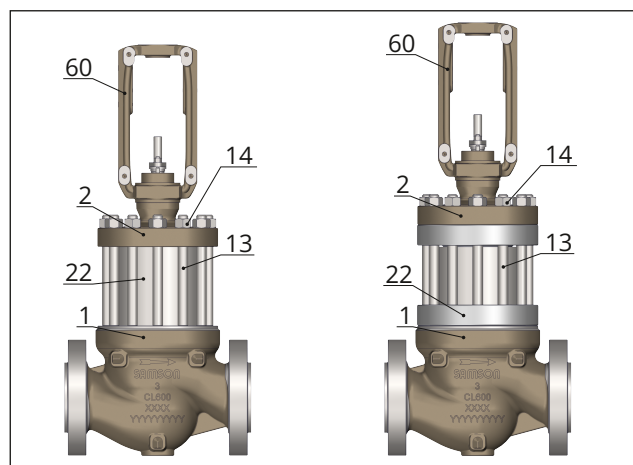
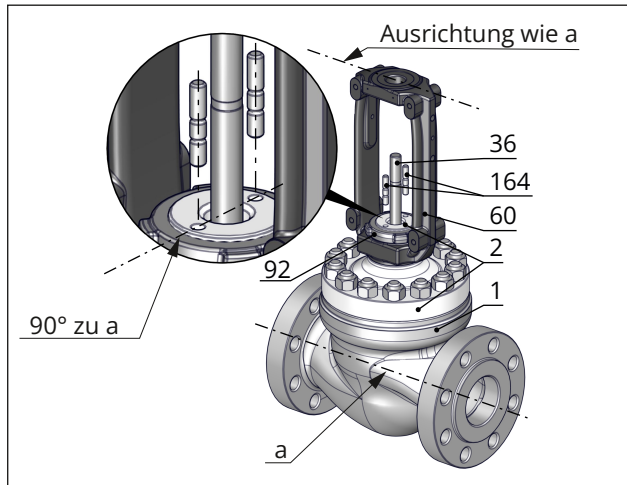

Bild 23: Mögliche Ausführungs- und Einbauvarianten des Zwischenstücks
Bild 26: Ausrichtung des Oberteils auf dem Ventilgehäuse und Ausrichtung des Jochs auf dem Oberteil
- Beide Spannmutter (163) am Sechskantkopf abwechselnd schrittweise lösen.
- Beide Spannmutter (bei außen federbelasteter Packungsbrille inklusive der Tellerfedern) und Packungsbrille (162) senkrecht über die Stiftschrauben (164) vom Ventiloberteil (2) abheben.
- Druckstück (8) herausziehen.
- Gehäusemutter (14) schrittweise über Kreuz lösen und abschrauben.
- Ventiloberteil (2) einschließlich Joch (60), senkrecht nach oben von der Kegelstange (36) abziehen und vom Zwischenstück (22) abheben. Falls erforderlich dabei leichten Druck von oben auf die Kegelstange (36) geben, damit die Haftreibung zwischen Packung (15) und Kegelstange (36) überwunden wird und die Garnitur nicht mit angehoben wird, sondern im Gehäuse (1) verbleibt.
- Ventiloberteil (2) einschließlich Joch (60) von oben senkrecht über die Kegelstange (36) je nach Variante (vgl. Bild 23) lose auf das Zwischenstück (22) setzen. Ausrichtung beachten, vgl. Bild 26. Die beiden Bohrungen auf der Oberseite des Oberteils müssen senkrecht zur Rohleitungsachse liegen.
- Kegel (5) fest in den Sitz (4) drücken. Dabei Ventiloberteil (2) mit Gehäusemutter (14) befestigen. Gehäusemutter (14) schrittweise über Kreuz anziehen. Anzugsmomente beachten.
1. Ventiloberteil (2) abbauen, vgl. Abschnitt „a) Standardoberteil abbauen“ in Kap. 9.4.1.
2. Sämtliche Stopfbuchsteile mit geeignetem Werkzeug aus dem Packungsraum im Ventiloberteil (2) herausziehen.
3. Spiraldichtringe (17, 126) vom Zwischenstück (22) und Zylinder (463) oder vom Ventiloberteil (2) entnehmen.
4. Zylinder (463) mit Sonderwerkzeug senkrecht nach oben aus dem Zwischenstück (22) entnehmen. Dabei Druck von oben auf die Kegelstange (36) geben, damit die Haftreibung zwischen DE-Dichtung (45) und Kegel (5) überwunden wird und die Garnitur nicht mit angehoben wird, sondern im Gehäuse (1) verbleibt.
5. Kegel (5) und Kegelstange (36) senkrecht nach oben aus dem Liner (424) herausziehen und aus dem Ventilgehäuse (1) und Zwischenstück (22) entnehmen.
6. Liner (424) senkrecht nach oben aus dem Ventilgehäuse (1) und Zwischenstück (22) entnehmen.
7. Je nach Einbauvariante des Zwischenstücks (vgl. Bild 23) das Zwischenstück (22) demontieren und vom Ventilgehäuse (1) abheben.
8. Spiraldichtring (17) aus dem Ventilgehäuse (1) entnehmen.
9. Sitz (4) aus dem Ventilgehäuse (1) entnehmen.
10. Flachdichtung (197) aus dem Sitz (4) entnehmen.
11. Spiraldichtring (127) aus dem Ventilgehäuse (1) entnehmen.